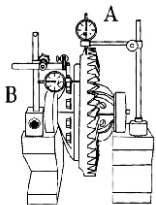

Figura 5
Após a montagem verificar a excentricidade (A) e a perpendicularidade (B). Tolerâncias máximas exigidas A=0,15mm B=0,06mm. (Conforme figura 5)